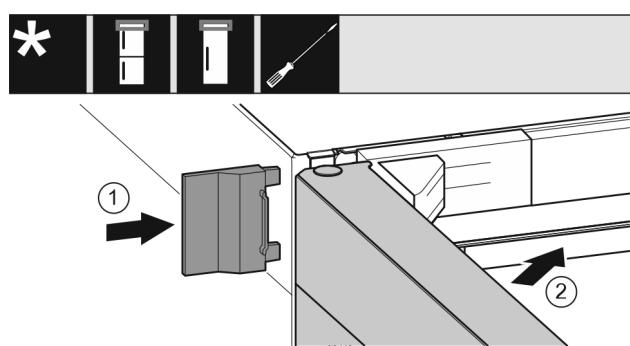

Fig. 24
- Potisnite zunanjji pokrov gor. Fig. 24 (1)
- Zaprite zgornja vrata. Fig. 24 (2)